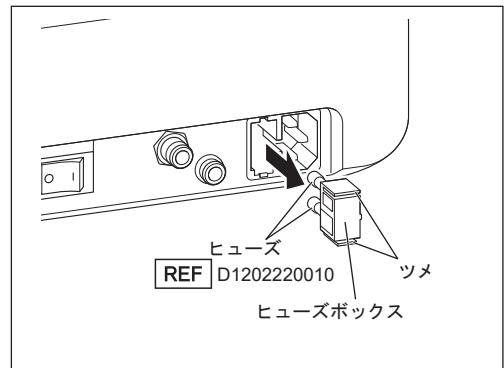

図62
- 3) コントロールユニット背面にあるヒューズボックスのツメを内側に押しながら引き抜きます（図62）。